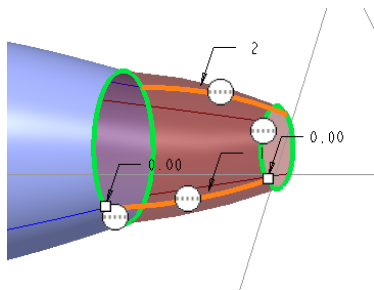

图 13-139 选择两条曲线定义第二方向链
- 3 在“边界混合”选项卡中单击“第二方向链”收集器 的框，将其激活，接着选择同一方向的两条曲线，如图 13-139 所示。